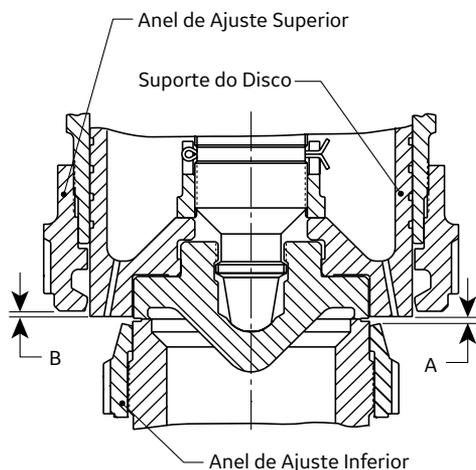

Figura 33:
- e. Consulte a Figura 33 e mova o anel de ajuste inferior para baixo o número de entalhes indicado na Coluna A, mais 1 entalhe adicional para cada 600 psig (41.37 barg) de incremento de pressão de abertura, sem exceder seis entalhes (consulte a Tabela 12).
- e. A partir deste ponto, mova o anel de ajuste superior para baixo o número de entalhes indicado na Coluna B da Tabela 12. Isto também é a Dimensão B na Figura 33.